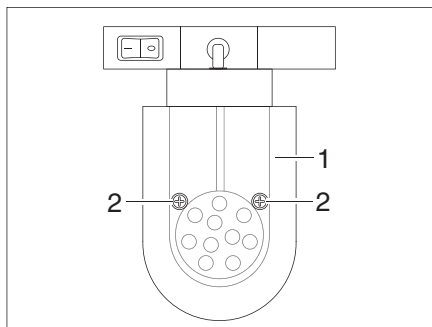

Fig. 156 Faretto a LED (mobile)
- Svitare le viti di fissaggio (Fig. 156,2).
- Rimuovere il vetro della lampada (Fig. 156,1).